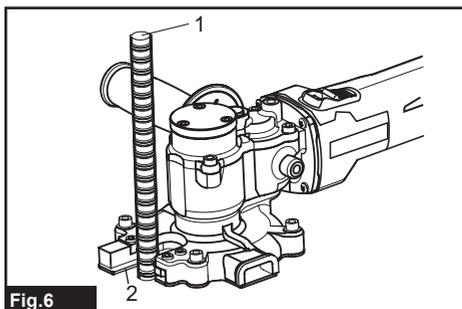

Fig.6
- Fig.6: 1. Vergalhões 2. Guia